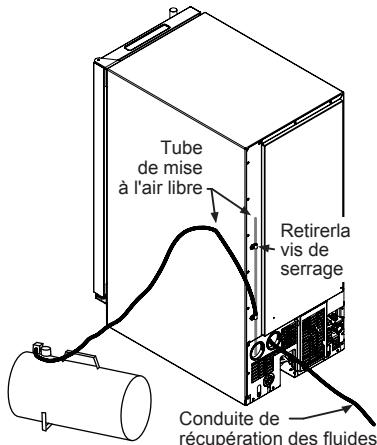

Figure 6
15. Appliquez une pression d'air (environ 10 psi) à l'embout du tuyau d'air qui vidangera le reste de l'eau de la pompe de vidange et de la conduite de vidange (Figure 6).